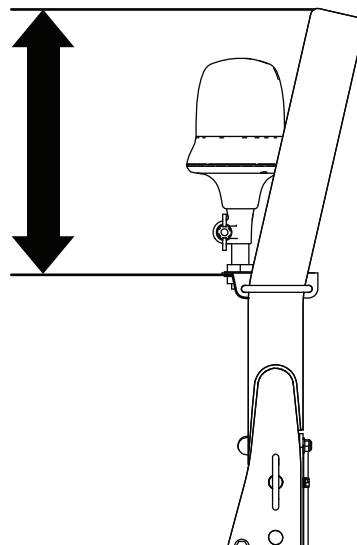

Figure 5
3. Positionnez le support de gyrophare à 37 cm du haut de la structure ROPS et serrez les écrous de l'étrier (Figure 5).